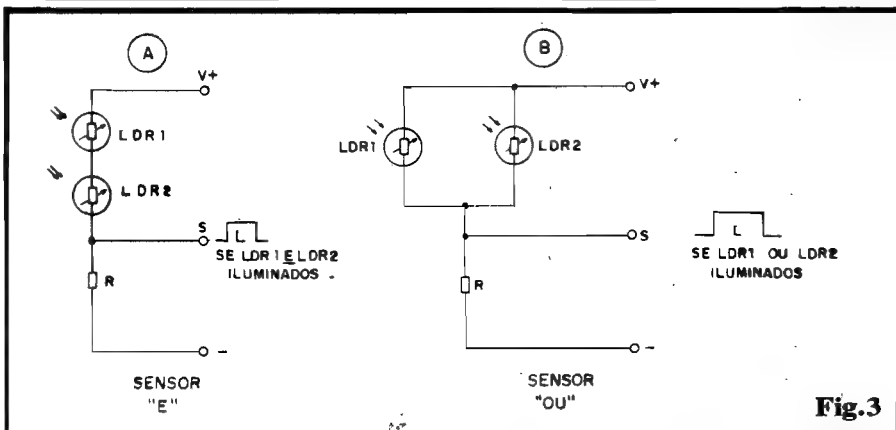

Fig.3
- **FIG. 3 - SENSOREAMENTO "LÓGICO", COM MAIS DE UM**